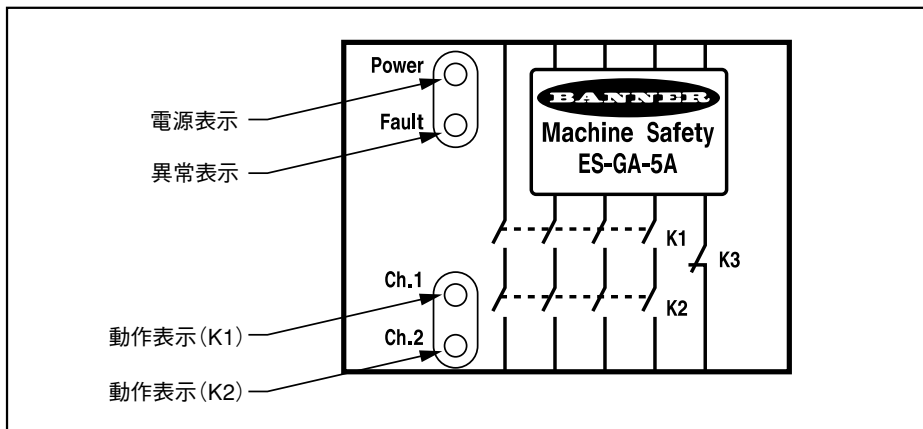

Fig.1 表示
セーフティモジュールは、入力、出力リレーの接点状態(K1、およびK2)、および内部電源の故障を知らせる表示器を備えています(Fig.1参照)。お客様で、調整や修理ができるような部品はありません。
- 3) 非常停止セーフティモジュールのみに電源を供給して下さい。端子は、A1、およびA2、またはB1、およびB2です(Fig.2参照)。電源表示(Fig.1)のみが点灯していることを確認して下さい。この時点で、その他の2つの表示も点灯している場合は、電源を切りすべての配線をチェックして下さい。問題が解決したら、ステップ2へ戻して下さい。